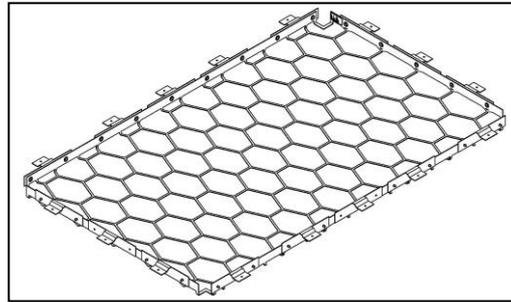

Bild 14
1. Montagewinkel an den Durchsturzschutzgitter montieren. Dazu werden Unterlegscheiben DIN-9021-A-5,3 und Nieten DIN-7337-4,8x11, 4 verwendet (**Bild 14**).